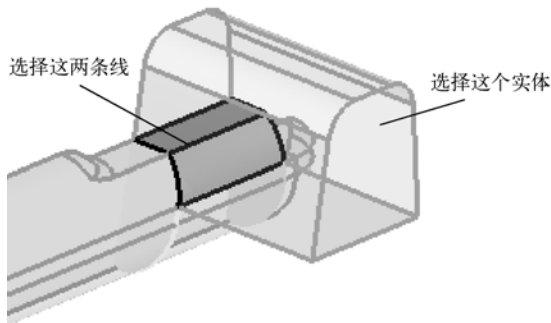

图 5-17 选择边线和实体位置
- (1) 进入 trim with plane>surf 子面板。
- (2) 在 with plane 下激活 solids 选择器，选择如图 5-17 所示实体。
- (3) 将平面选择器从 N1、N2 和 N3 转为 z-axis。
- (4) 按住鼠标左键不放，移动鼠标至图示边线，此时被选中边线将高亮显示。